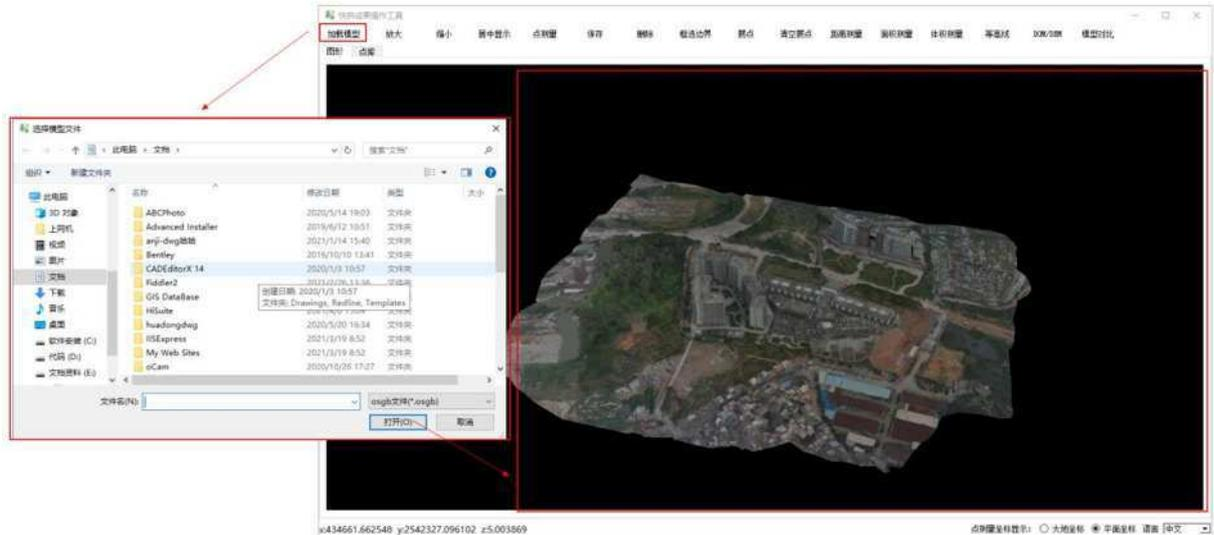

图 2-32 加载模型
- 2) 用户点击“加载模型”，软件弹出选择模型文件对话框，用户选择模型文件，点击“打开”，新的模型加载到视图中，如图 2-32 所示。